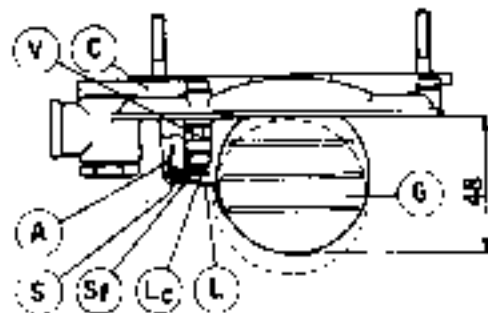

Fig. 26
RULES FOR THE LEVELLING OF THE FLOAT FOR WEBER CARBURETORS 42 DCNF (fig. 26)
Con il motore in moto al minimo e alla temperatura normale di funzionamento e con le parti meccaniche ed elettriche di I-conti, staccare il collegamento tra la trafilante azionata dal pedale acceleratore e il sistema di comando che collega i vari carburatori: questo viene fatto per togliere il carico delle molle e aggiungerlo per il ritorno dell'acceleratore (fig. 26 n. 4).
Chiudere tutte le viti di bay pass (fig. 26/5).
- With the engine running at idling speed and at normal running temperature, and with the mechanical and electrical parts working efficiently, unhook the connection between the accelerator pedal and the rod assembly actuated by the accelerator pedal and the control system connecting the various carburetors: this is done to remove the load of the springs added for the return of the accelerator (fig. 26 n. 4).
- Lock all by pass screws (fig. 26/5).